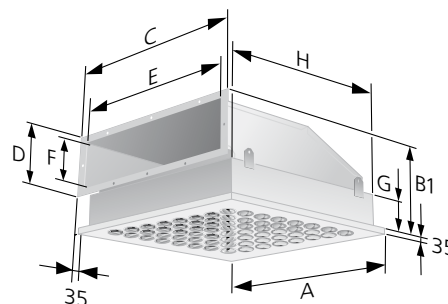

Figur 5. CDH/CLH, sirkulær tilkobling.
- Sirkulær tilkobling har nippeltilkobling. Se figur 5.